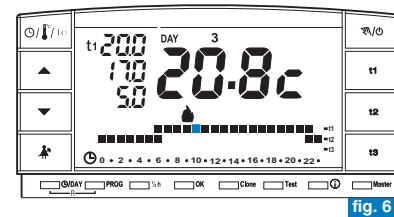

fig. 6
- Sul display appariranno: il numero del giorno attuale, la temperatura ambiente e la scala termica sulle 24 ore come da programma con il digit lampeggiante corrispondente all'ora attuale (esempio in fig. 6).